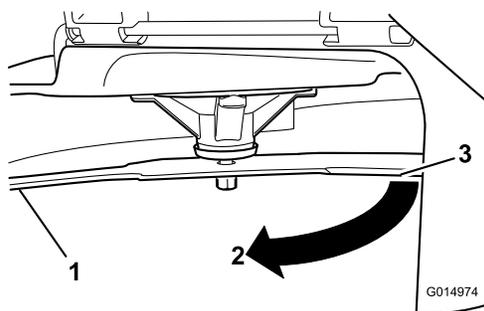

Figura 52
3. Distância medida entre a lâmina e a superfície (A)
4. Rode mesma lâmina 180 graus para que a extremidade de corte oposta esteja agora na mesma posição (Figura 52).